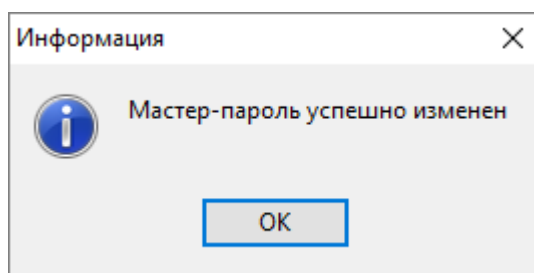

Рисунок 4-17 Уведомление об изменении мастер-пароля
- если текущий мастер-пароль был указан верно, то отобразится окно уведомления об изменении мастер-пароля (см. Рисунок 4-17);